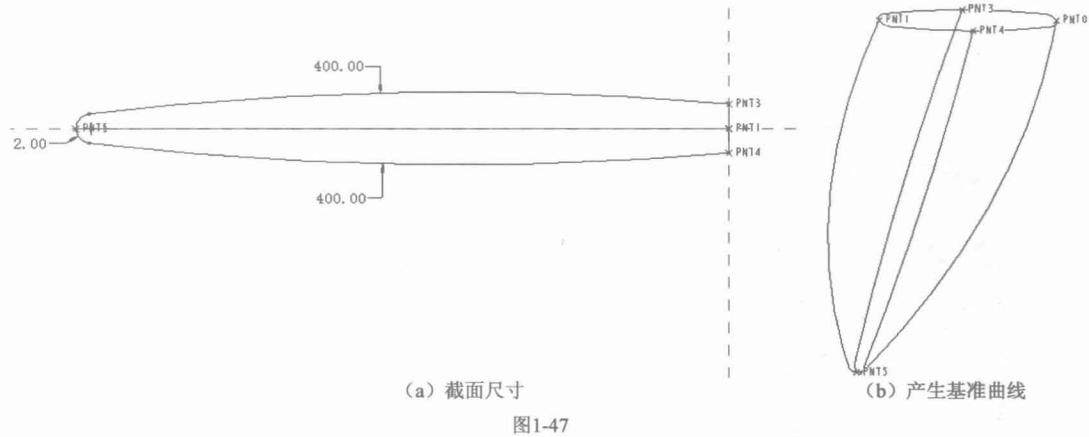

图1-47
5. 选择 RIGHT 基准面绘制如图 1-47 (b) 所示基准曲线，截面尺寸如图 1-47 (a) 所示。